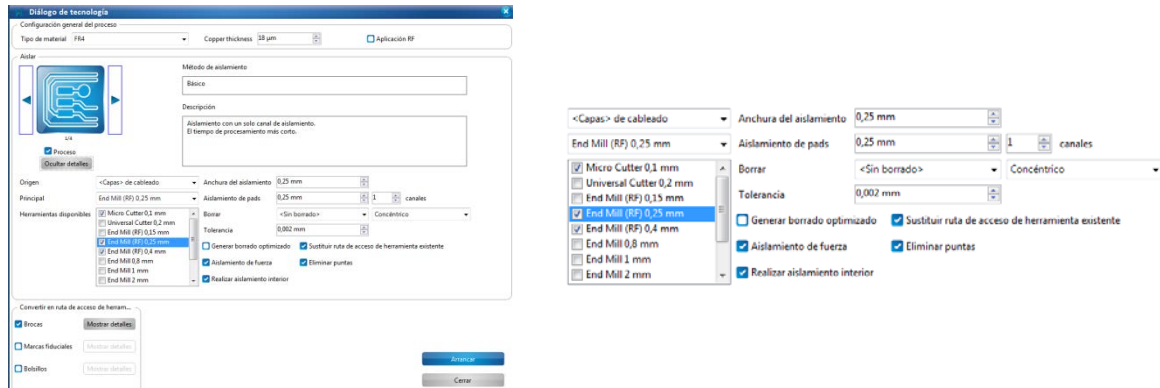

FIGURA 11
Sin salir de esta ventana activaremos “Mostrar detalles” dentro de la sección “Aislar”, para ver las reglas de fabricación y las herramientas asociadas. Ajustaremos aquí el aislamiento que consideremos adecuado. En nuestro caso vamos a ajustarlo en 0.25mm, para lo cual seleccionaremos en “Herramientas disponibles” End Mill (RF) 0,25mm y la activaremos como herramienta principal. Se modificarán automáticamente tanto la anchura de aislamiento como el aislamiento de PAD como vemos en la Figura 11. De no ser así, los modificaremos de forma manual.